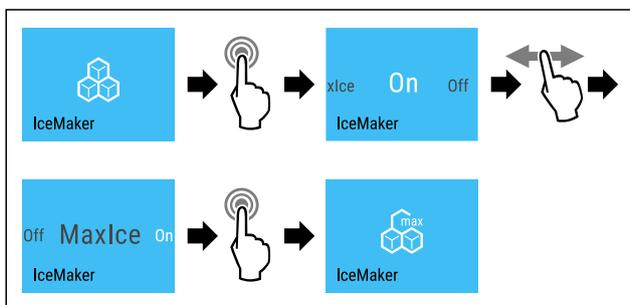

Fig. 21
- ▶ Handlungsschritte (siehe Fig. 21) durchführen.